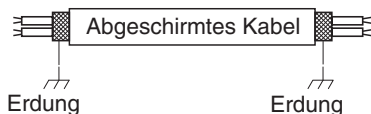

Abb. 4-6
- (5) Als Steuerverbindungskabel zwischen Geräten (c) müssen abgeschirmte Kabel verwendet werden, wobei die Abschirmung auf beiden Seiten geerdet werden muss, da andernfalls Funktionsstörungen durch Störsignale auftreten können. (Abb. 4-6)